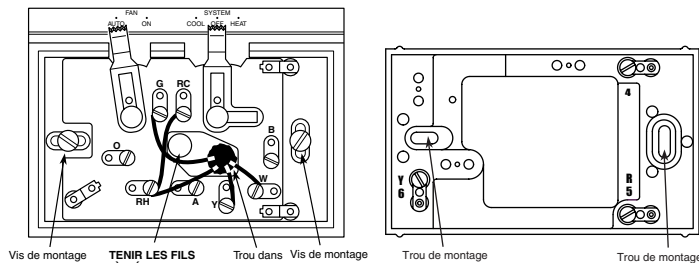

Figure 1. Socle de raccordement et plaque murale du thermostat
**B. Monter le socle de raccordement :** Utiliser les vis fournies pour fixer au mur le socle de raccordement ou la plaque murale (figure 1).
**D. Montage du socle du thermostat :** Repousser dans le mur tout surplus de fil et boucher le trou à l'aide d'un matériau coupe-feu (comme de l'isolant en fibre de verre) afin d'empêcher que des courants d'air ne nuisent au fonctionnement du thermostat. Fixer le socle du thermostat au socle de raccordement à l'aide des trois vis imperdables (figure 1). Serrer à fond les vis. Passer à l'étape 5.